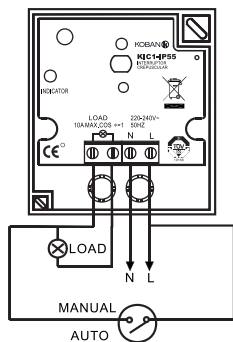

FIG.4
- Conecte el cable tal como se muestra en el diagrama de conexión FIG.4 y asegúrese de realizar las conexiones correctamente.